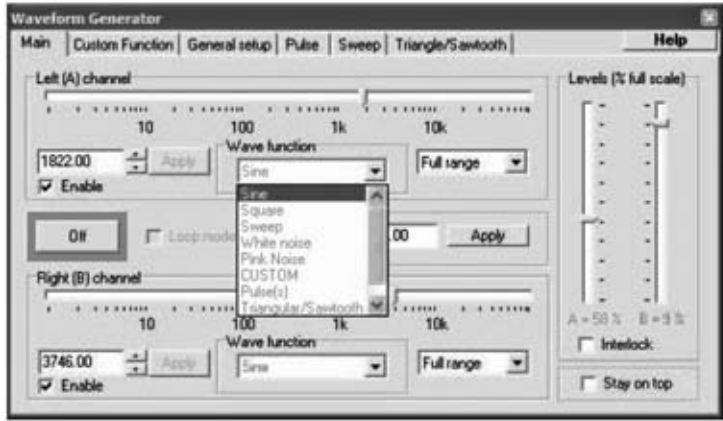

Fig.43
- Elección de la **forma de onda (Wave function)**. Se puede elegir entre las siguientes formas de onda (ver Fig.43):